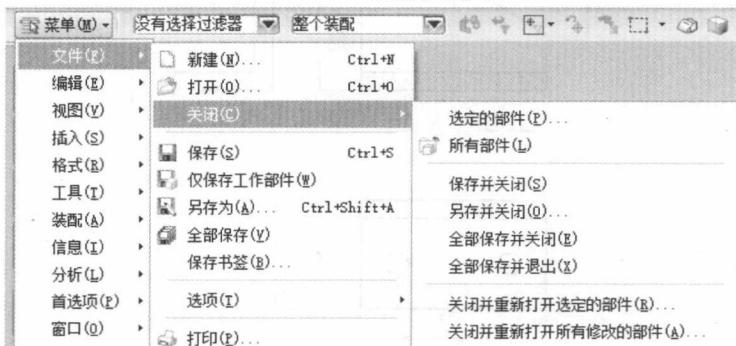

图 1-4 关闭文件菜单
(1) 完成建模工作以后，需要将文件关闭，以保证所做工作不会被系统意外修改。选择【文件】|【关闭】子菜单中的命令可以关闭文件，如图 1-4 所示。